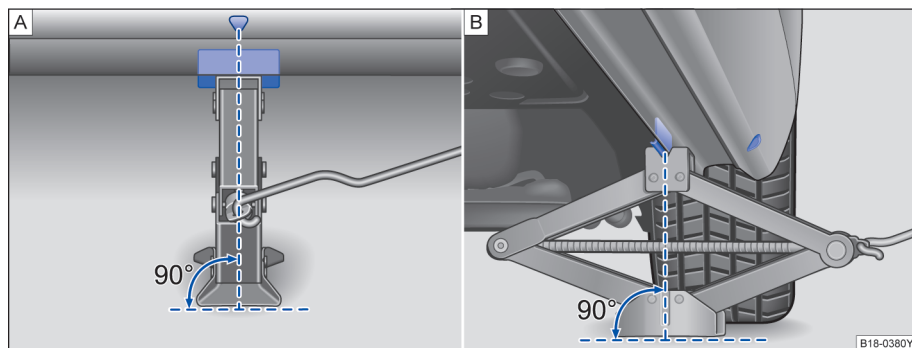
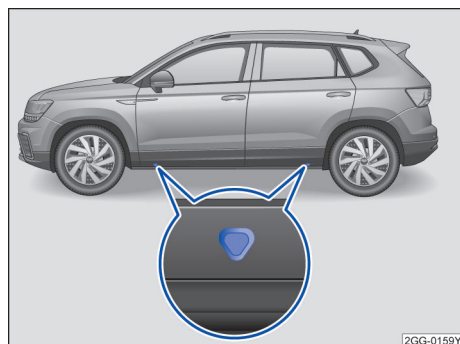

图 158 将千斤顶放在汽车左后侧
图 159 汽车底板：千斤顶的支撑点
汽车千斤顶只允许放置在图示支撑点（车身上的标记）处→图 159 或 →图 158。在每个车轮旁都有相应的支撑点 →▲。
- ✓ 在车身底部下方找到靠近更换的车轮侧的千斤顶支撑点→图 159。